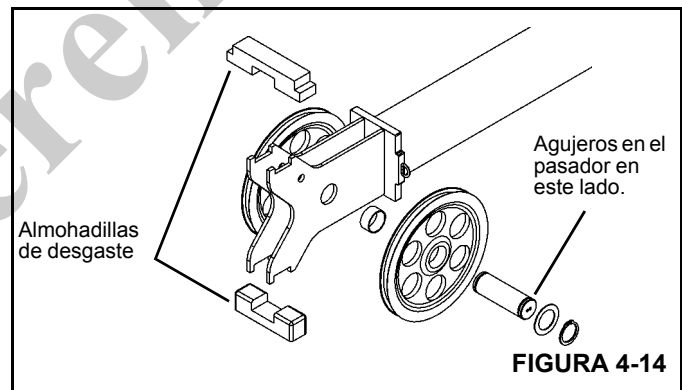

FIGURA 4-14
1. Instale las ruedas de polea en el cilindro telescópico. Los agujeros del extremo del pasador deberán quedar ubicados como se muestra en la Figura 4-14.
NOTA: Asegúrese que las almohadillas de desgaste superiores no se caigan durante la instalación del cilindro (Figura 4-14).